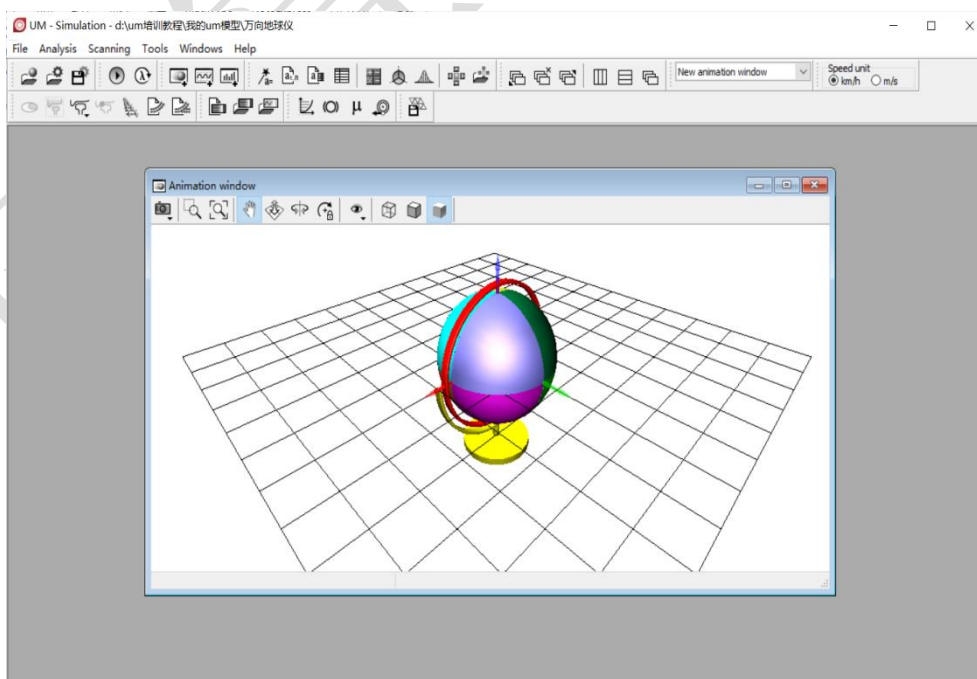

图 2-39
- 3) 加载了模型的仿真程序界面如图 2-39 所示，上方为主菜单和常用工具栏，下方为程序桌面。在程序桌面上自动打开了一个动画窗口，显示当前模型，可随意调整大小和位置，可关闭也可同时打开多个动画窗口。动画窗口的视图操作与建模窗口方法一样。